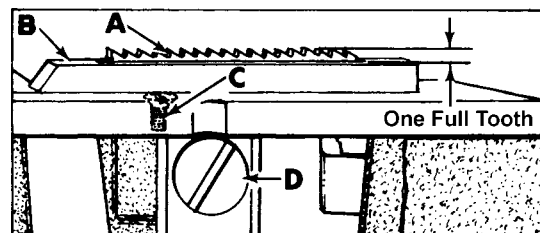

Fig 9
El diente alimentador (A, Fig.9) debería estar centrado en la placa (B) dejando espacio igual hacia todos los lados tomando en consideración el recorrido del transporte ajustado al largo deseado de la puntada. En el punto mas alto de su recorrido todas las puntas de los dientes deberían sobrepasar la profundidad de un diente sobre la placa en igual manera. Después de haber aflojado el tornillo (D) que asegura la posición del diente alimentador, ajuste el tornillo (C) para que el diente alimentador repose en él.